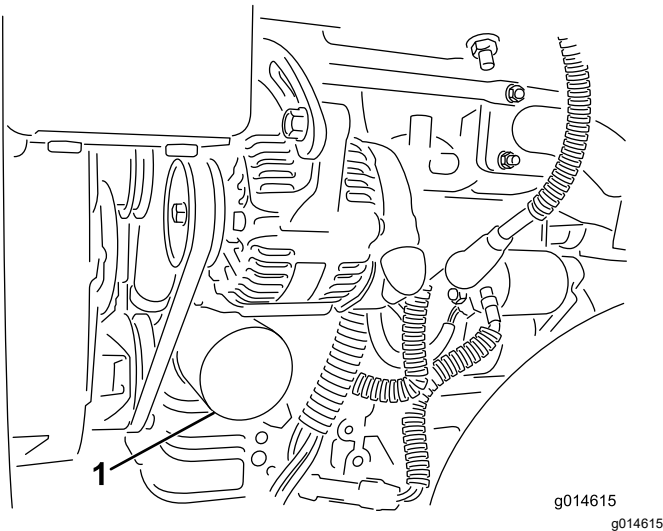

Figura 30
2. Togliete il filtro dell'olio (Figura 30). Spalmate un leggero strato di olio pulito sulla nuova guarnizione del filtro.